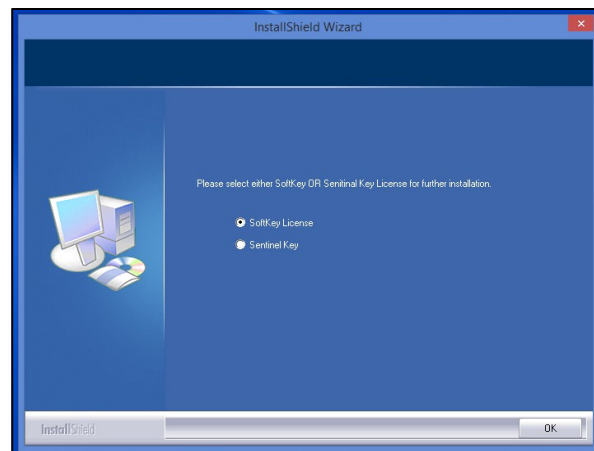

図 5. ソフトウェア キー ライセンス
2. 図5に示すように、ライセンスを有効にするよう求める警告メッセージが表示されます。
- 「オプションを選択」ページ（図5）で、「KEY ID」を選択します。
- [**オプションの選択**] ページ (図5) で、[**KEY FILE (.skl)**] を選択します。